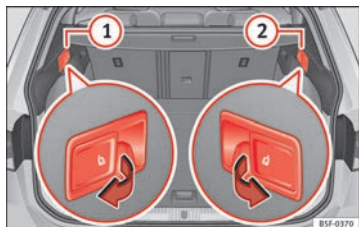

Fig. 94 En el maletero: palancas para desbloqueo a distancia de las partes izquierda ① y derecha ② del respaldo trasero.
- Tire de la palanca de desbloqueo a distancia de la parte izquierda ⇒ fig. 94 ① o derecha ② del respaldo en el sentido de la flecha. La parte desbloqueada del respaldo trasero se abate automáticamente hacia delante.